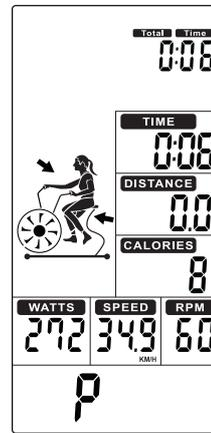
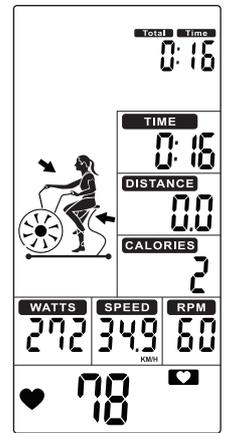

FIGURA 17
FIGURA 18
- No modo de espera, pressione START (TECLA 8) para iniciar o treino rapidamente, um alerta sonoro soará por 1 segundo. TEMPO TOTAL/ TEMPO / DISTÂNCIA / CALORIAS / WATTS / VELOCIDADE / RPM começa a contar (Figura 17).
- Sempre que houver sinal de pulso, piscará e o símbolo ♥ e exibirá o valor de pulso (Figura 18). Sem sem sinal de pulso, ele exibirá "P" (Figura 17).